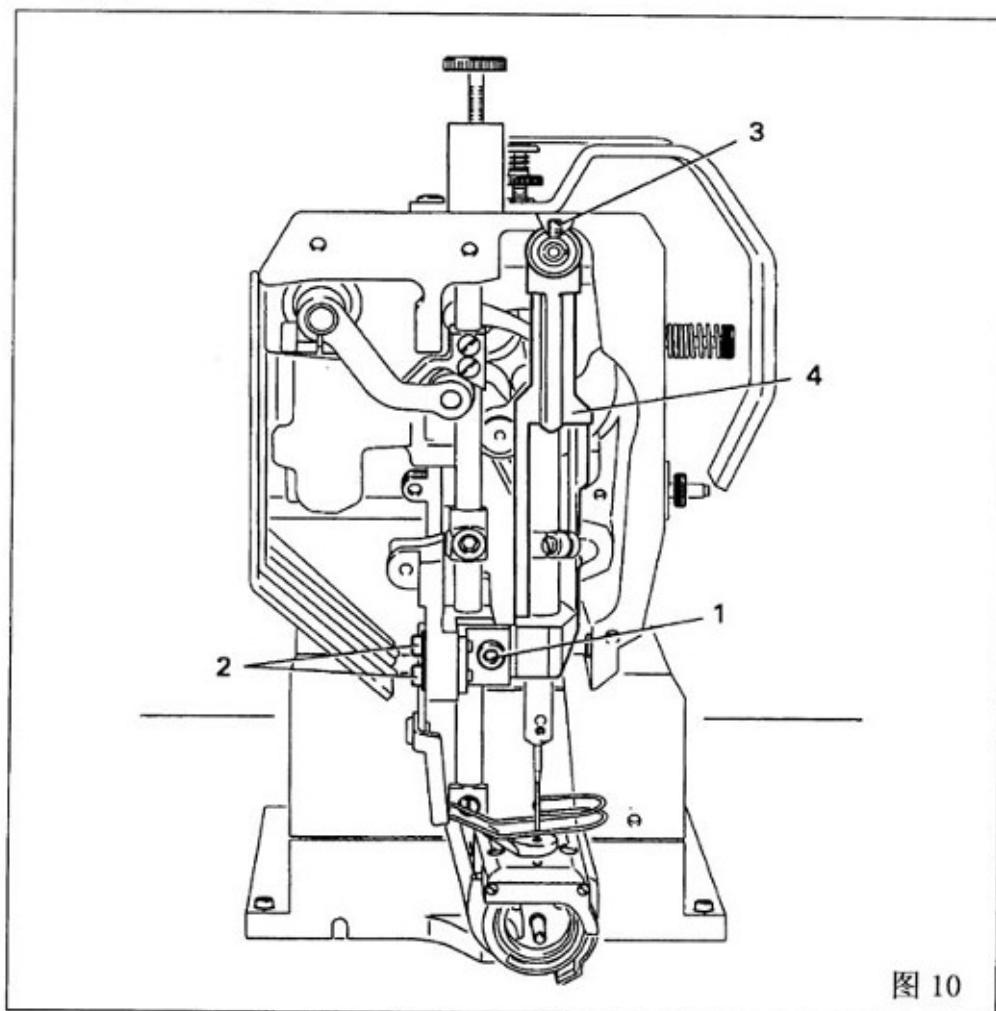

图 10
1) 调整机针：(图 10)
① 放松螺钉 1，2 和 3。
② 转动主动轮，让机针对准针孔。
③ 调整针杆摆动架 4，使机针位于针孔中心。
④ 拧紧螺钉 1，2 和 3。